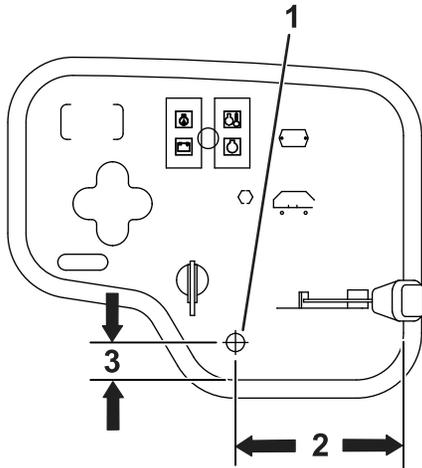

Bild 3
5. Markieren und bohren Sie mit den angegebenen Abmessungen in **Bild 3** ein 13 mm großes Loch in das Armaturenbrett.